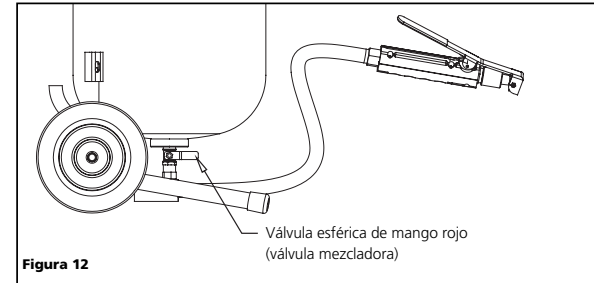

Figura 12
- Coloque la válvula esférica de mango rojo ubicada debajo del tanque en la posición intermedia, entre la posición completamente abierta y la posición completamente cerrada. Esta válvula “mezcladora” ajusta la proporción entre el material abrasivo y el aire (ver figura 12).